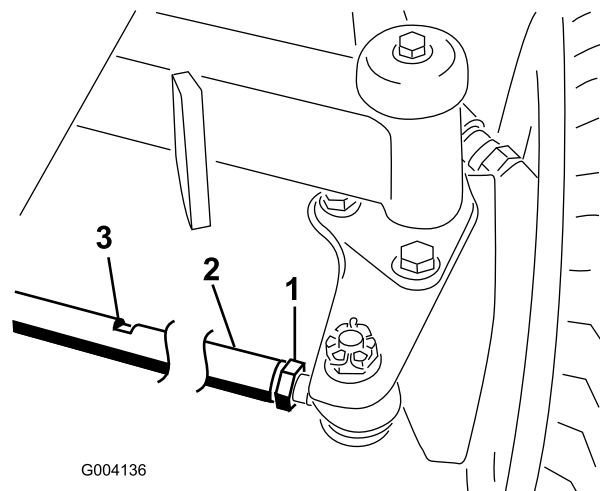

Figura 91
2. Allentate il controdado da ciascun lato del tirante (Figura 91).